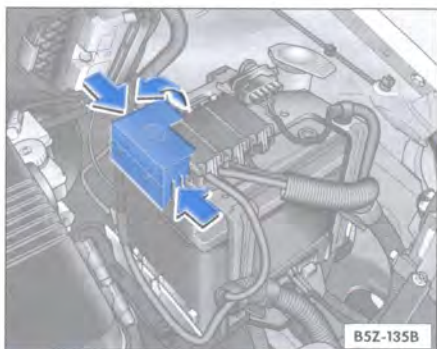

Fig. 158 Compartimiento del motor: punto para conexión de los cables auxiliares de arranque
2. Desplace la cubierta del terminal positivo ⇒ fig. 158 -flecha-.